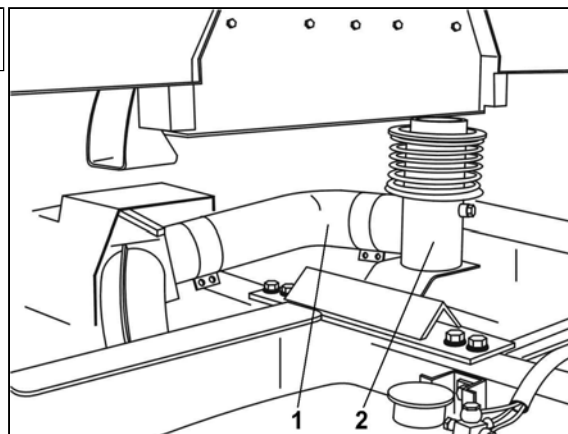

Рис. 3.35 Корпус золотника выхлопа
3. Демонтировать усилитель механизма переключения передач 5 (Смт. Рис. 3.35) в соответствии с установленным порядком действий (Смт. Подглава 3.5.6).